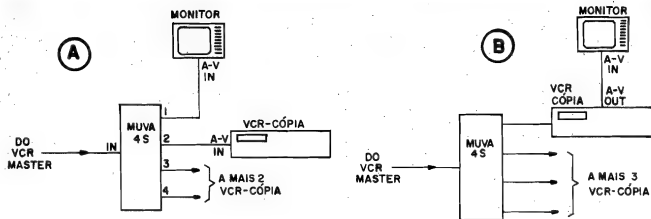

Fig. 8
- FIG. 8 - A MONITORAÇÃO
Para monitorar a gravação durante as cópias, um dos dois arranjos mostrados na fig. 8 deve ser utilizado: 8-A - Se estiver disponível um TV-Monitor (dotado de terminais RCA para Entrada de Áudio e Vídeo composto), este poderá ser então ligado a um dos conjuntos A/V de Saída do MUV-4S, ficando os 3 outros conjuntos livres para a ligação de até 3 VCRs "copiadores"... 8-B - Quem pretender usar toda a potencialidade de Saída do MUV-4S, acoplando 4 VCRs "copiadores", terá então que "puxar" a monitoração dos terminais de Saída de Áudio e Vídeo composto de um desses VCRs (ou, se a TV não for dotada de Entradas A/V, "puxar" o sinal da Saída de RF do VCR, para os terminais de antena do televisor, eventualmente com um be-